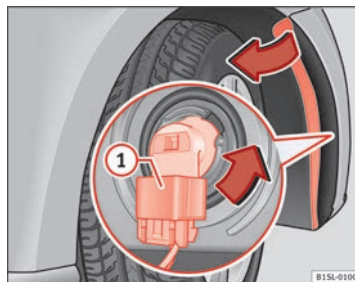

Fig. 154 Remplacement des ampoules des projecteurs.
5. Débloquez la connexion ⇒ fig. 154 ① et retirez-la.
6. Tournez le support d'ampoule ⇒ fig. 154 dans le sens de la flèche, **dans le sens contraire des aiguilles d'une montre** jusqu'en butée et enlevez-le avec l'ampoule en le retirant vers l'arrière.